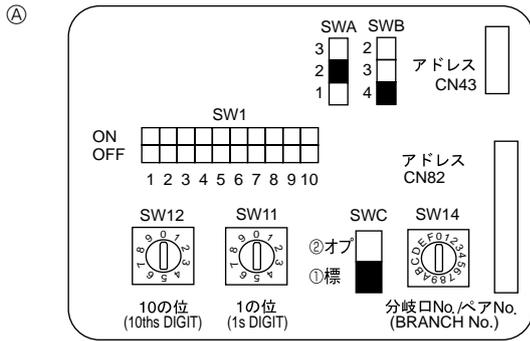

Fig. 4-4
4.5. Adreslerin düzenlenmesi (Fig. 4-4)
- ① Adreslerin düzenlenmesi
- ② SW14 Branşman numaralarının düzenlenmesi (Yalnız R2 serileri)
4.6. Yüksek tavan için veya hava çıkışlarının sayısının değiştirilmesi sırasında anahtar düzenlemeleri (Fig. 4-4)
④ 4 yön	Sessiz 2,7 m	Standart 3,2 m	Yüksek tavan 4,5 m
③ 3 yön	3,0 m	3,6 m	4,5 m
② 2 yön	3,3 m	4,0 m	4,5 m
4.7. Oda sıcaklığının uzaktan kumanda ünitesindeki entegre sensörle algılanması (Fig. 4-4)